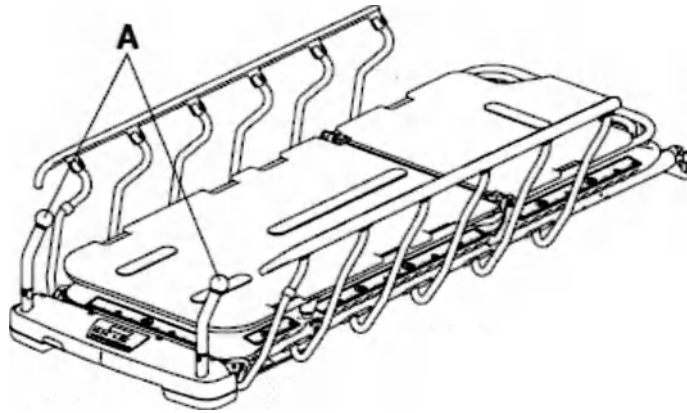

Рисунок 13 – Изменение положения ручек для толкания ножного конца
1. Поверните ручки (А) вверх от ножного конца изделия (см. рис. 13).